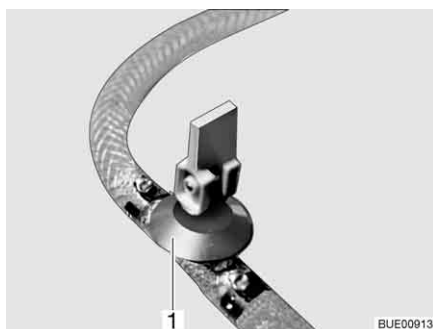
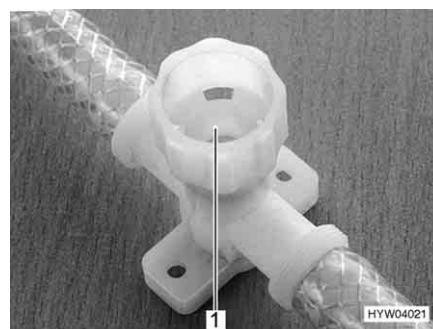

Bild 226 Avtappningskran (med vipparm)
Bild 227 Avtappningskran (med vred)
- Öppna alla avtappningskranar. Ställ för detta avtappningskranens vipparm (Bild 226,1) lodrätt eller vrid avtappningskranens kran (Bild 227,1) moturs.